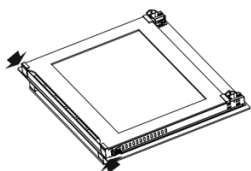

Figure 4
- Ouvrez complètement la porte et appuyez sur les loquets en plastique de chaque côté de la porte (figure 4).